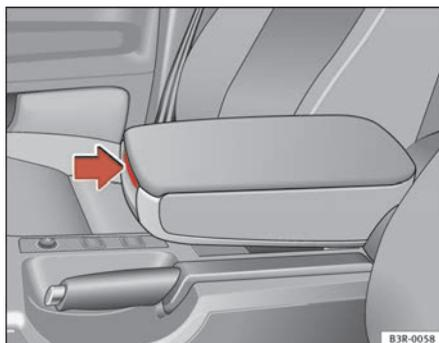

Fig. 113 Accoudoir entre le siège du conducteur et le siège du passager avant
- Appuyez sur le levier de déverrouillage ⇒ fig. 113.